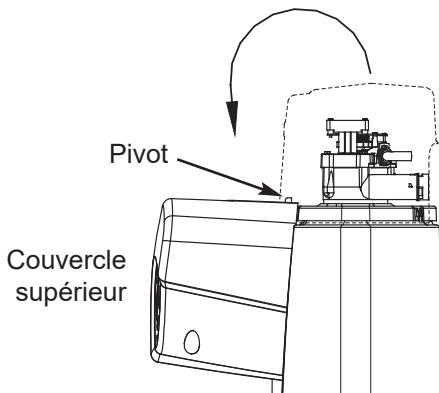

FIG. 5
Installez une soupape de dérivation simple (inclus), de la manière illustrée à la figure 4, ou, si telle est votre préférence, le système de dérivation à trois robinets (pièces non incluses) en vous reportant à la figure 5. Les robinets de dérivation vous permettent de couper l'eau alimentant le système de filtration central de l'eau, au besoin, pour effectuer des travaux d'entretien tout en continuant d'avoir de l'eau dans les tuyaux.
3. Suspendre le couvercle sur le pivot et le placer sur le rebord de façade, telle qu'illustrée à la Figure 5. Évitez que le couvercle soit suspendu par les fils.